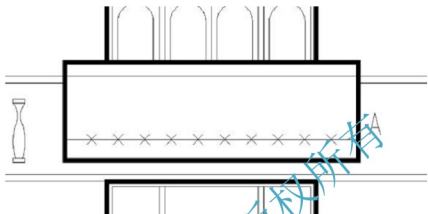

图 4.55 用点将 A 线等分为 11 份
(1) 执行菜单栏中的【绘图】|【点】|【定数等分】命令(快捷键 DIV)。
① 在选择要定数等分的对象: 提示下, 选择图 4.55 所示的 A 线。
② 在输入线段数目或【块(B)】: 提示下, 输入“11”, 表示用点将 A 线等分为 11 份, 结果如图 4.55 所示。